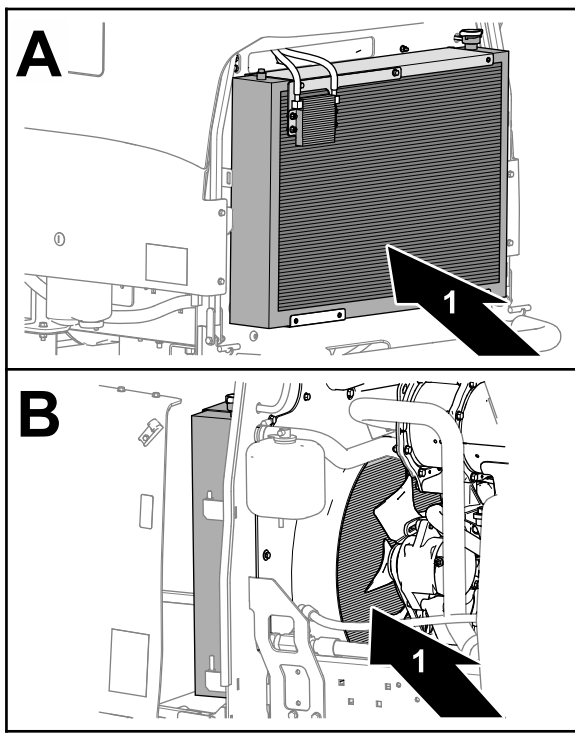

Figura 65
7. Limpe cuidadosamente ambos os lados do radiador e refrigerador de óleo com ar comprimido (Figura 65).